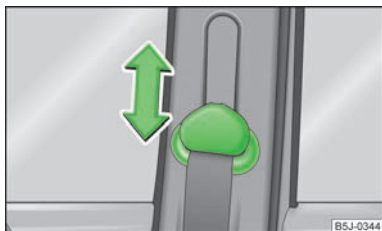

Fig. 98
- Carregue e empurre o suporte do cinto para a posição pretendida, para cima ou para baixo » Fig. 98.